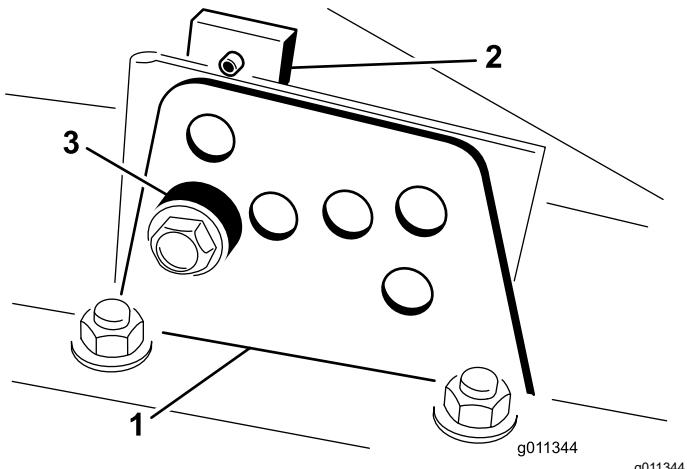

Figura 22
2. Afloje el perno que sujet a cada soporte de altura de corte a la pletina de altura de corte (delante y en cada lado), tal y como se muestra en la Figura 22.
4. Sujetando la cámara, retire el espaciador (Figura 22).